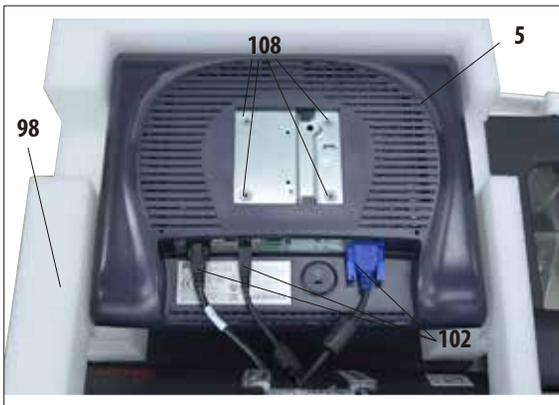

Abb. 14
- Bevor der Monitor an die Konsole angeschraubt wird, sollte überprüft werden, dass die drei Anschlüsse (102) (Stromversorgung, USB-Anschluss und Monitorkabel) auf der Unterseite des Monitors richtig befestigt sind (Abb. 14).